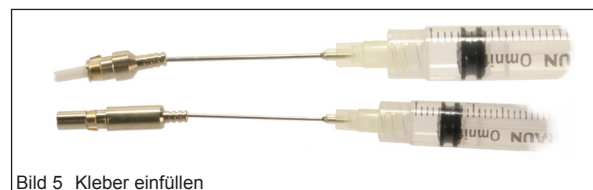

Bild 5 Kleber einfüllen
- Das Faserende sollte ca. 20mm aus der Ferrule herausragen (Bild 5).